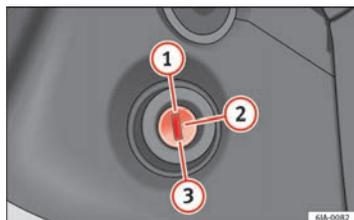

Fig. 102 Posizioni della chiave di accensione
- Durante la marcia a motore spento, la chiave dell'accensione deve essere sempre in posizione  ⇒ fig. 102 ⇒ pagina 143 (accensione inserita). Questa posizione viene segnalata dall'accendersi delle spie di controllo. In caso contrario, lo sterzo potrebbe bloccarsi inaspettatamente - Pericolo di incidente!
- Il motorino di avviamento può essere azionato (posizione  della chiave nell'accensione ⇒ fig. 102 ⇒ pagina 143) solamente se il motore è fermo. Se il motorino di avviamento viene azionato a motore acceso, potrebbe danneggiarsi.
- Premere a fondo il pedale della frizione ② ⇒ fig. 102 ⇒ pagina 143 e avviare il motore ③, senza premere il pedale del gas. Tenere premuto il pedale della frizione fino a quando il motore non si sia messo in moto.
- Quando il motore si è acceso, rilasciare la chiave di accensione. La chiave torna alla posizione ②. ▶
- Se, trascorsi 10 secondi, il motore non si mette in moto, riportare la chiave in posizione ①. Ripetere la procedura dopo 30 secondi.
⇒ fig. 102 ⇒ pagina 143.